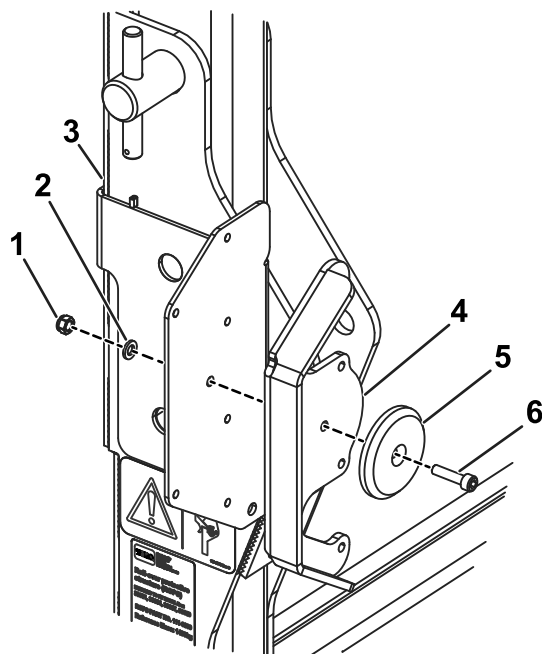

Figura 3
- Conecte el protector del faro al soporte del faro izquierdo en la parte trasera (Figura 3).
- Conecte el reflector a la parte trasera del protector con un perno (M6 x 25 mm), una arandela y una contratuerca (M5; Figura 3).